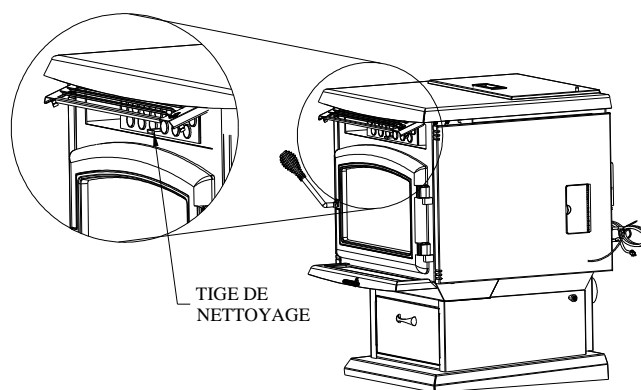

FIGURE 19
- Tubes d'échangeur de chaleur** – Votre poêle Enerzone Bio-45 MF possède un mécanisme de nettoyage des tubes de l'échangeur de chaleur intégré à l'appareil. Le nettoyage des tubes devrait se faire au moins une fois par semaine. Pour nettoyer, il suffit d'ouvrir la porte du poêle et de tirer vers l'avant la tige de nettoyage située l'arrière des louveres. Fermez ensuite la porte. Faites glisser la tige d'avant en arrière 3 à 4 fois (voir figure 19). Lorsque cette opération est terminée, repoussez la tige de nettoyage derrière les louveres.